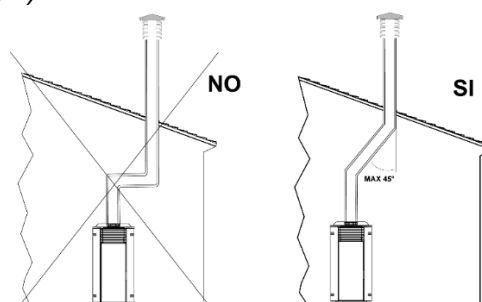

Fig.2
- La sección interna debe ser uniforme, preferiblemente circular: las secciones cuadradas o rectangulares deben tener las aristas redondeadas con un radio no inferior a 20 mm; relación máxima entre los lados de 1,5; paredes lo más lisas posibles y sin estrechamientos; curvas regulares y sin discontinuidad, las desviaciones del eje no superiores a 45° (fig. 2)